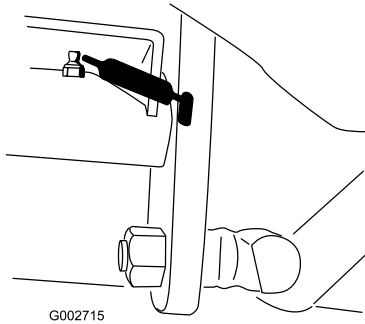

Figure 24
- Pivot de pédale de déplacement (1) (Figure 24)